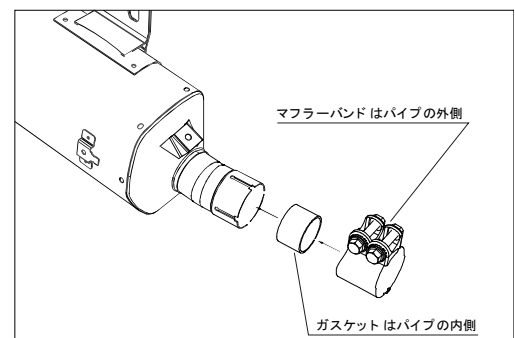

図. 1
- ② マフラー差し込み部にガスケット及びマフラーバンドを取り付けて下さい。(図1)※締めすぎに注意。